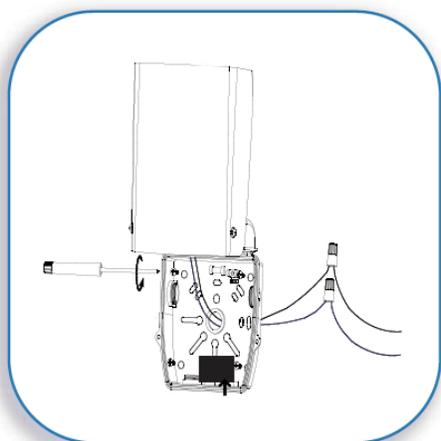

FIGURE 1
2. Exposer les fils d'alimentation de la boîte-J. Installer la boîte de montage à la boîte-J avec les vis fournies, fileter doucement les fils d'alimentation à travers le trou du boîtier arrière, ensuite raccorder le fil noir d'alimentation au fil noir/brun du luminaire. Sécuriser avec les écrous de câble fournis. Ensuite, raccorder les fils d'alimentation blancs au fil blanc/bleu du luminaire et les sécuriser avec les écrous de câble fournis. Enrouler le fil vert autour de l'une des vis en saillie ou le raccorder au fil- terre d'alimentation. Sécuriser tous les fils avec du ruban électrique (non fourni) et les placer soigneusement dans la boîte de montage. (Figure 1).